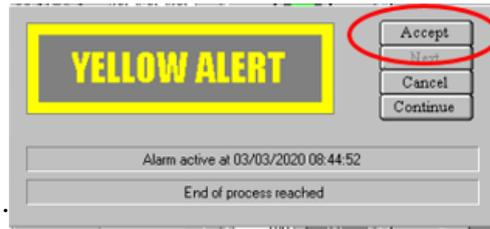

Figure 15 : Page CHAMBER 1
- 10) Valider « **YELLOW ALERT** » qui apparait lorsque le process est terminé en appuyant sur « **Accept** » (Figure 15).